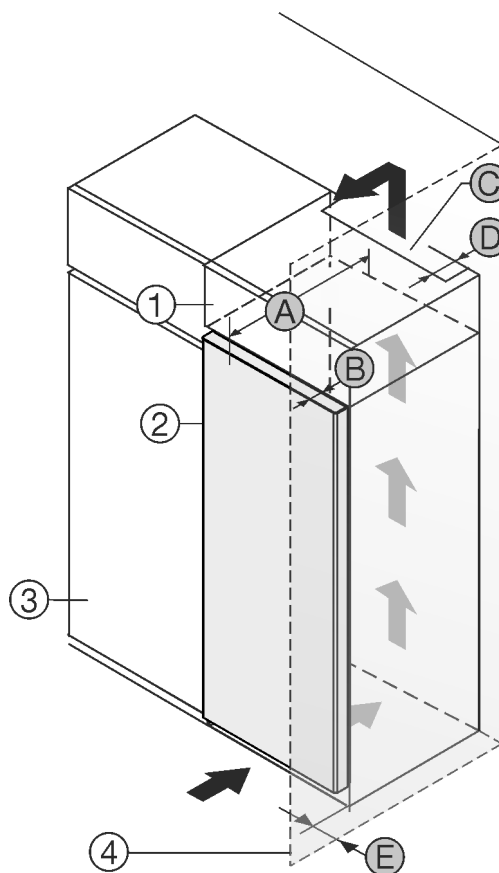

Fig. 1
- (1) Nástavná skříňka*
- (2) Příklad*
- (3) Kuchyňská skříň*
- (4) Stěna*
- (A) Hloubka přístroje*
- (B) Hloubka dvířek*
- (C) Ventilační průřez*
- (D) Vzdálenost zadní strany přístroje*
- (E) Vzdálenost k zadní straně přístroje*
Můžete přístroj nainstalovat přímo vedle kuchyňské skřínky Fig. 1 (3)*.
Na zadní straně nástavné skřínky musí být větrací šachta hluboká Fig. 1 (D) přes celou šířku nástavné skřínky.*
Pod stropem místnosti musí být dodržen ventilační průřez Fig. 1 (C)*.
Když přístroj instalujete závěsy vedle stěny Fig. 1 (4), musí být vzdálenost mezi přístrojem a stěnou minimálně 13 mm.*
Když přístroj instalujete závěsy vedle stěny Fig. 1 (4), musí být vzdálenost mezi přístrojem a stěnou minimálně 20 mm.*
Aby bylo možné dvířka plně otevřít, musí přístroj přesahovat o hloubku dvířek *Fig. 1 (B)* vůči přední linii kuchyňské skříňky. V závislosti na hloubce kuchyňských skříněk *Fig. 1 (3)* a použití vymezovačů odstupu od stěny může přístroj vyčnívat dále.*